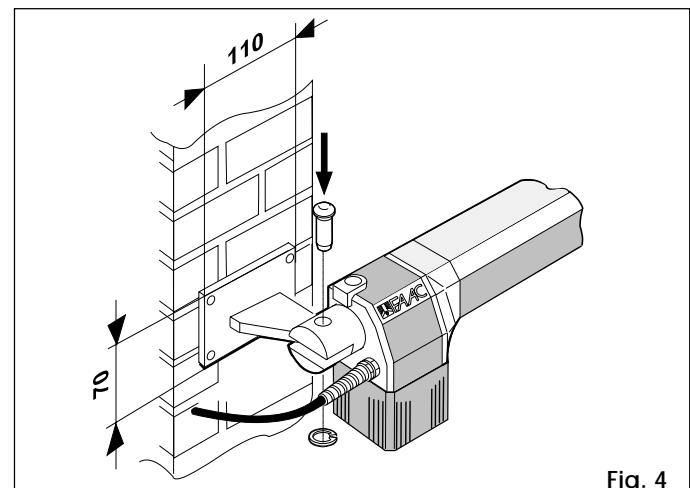

Fig. 4
Dans le cas de pilier en maçonnerie, prévoir d'abord la pose d'une plaque d'ancrage sur le pilier (fig. 4), puis souder la patte d'attache sur la plaque.
- 2) Fixer l'opérateur à la patte d'attache arrière au moyen des vis fournies (fig. 4).
**Attention:** Les opérateurs fournis dans le kit sont en version droit et gauche. Pour une installation correcte, l'opérateur doit être positionné comme indiqué fig. 4.